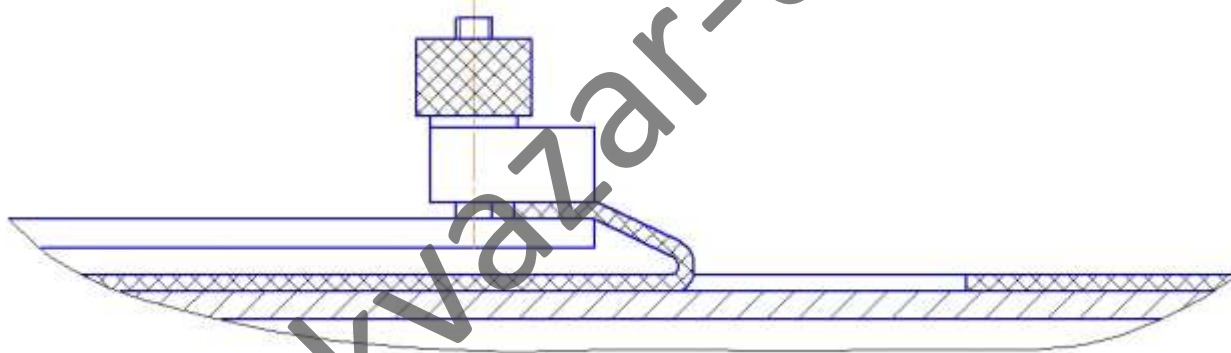

Рис. 8
5.4. Для определения усилия прилипания полимерного покрытия ножом вырезают полосу 1 изоляционного покрытия 2 шириной не менее 10 мм. Надрезают ножом конец вырезанной полосы, приподнимают его на величину 15-20 мм для закрепления полосы в зажиме кардана, как показано на рис. 8.